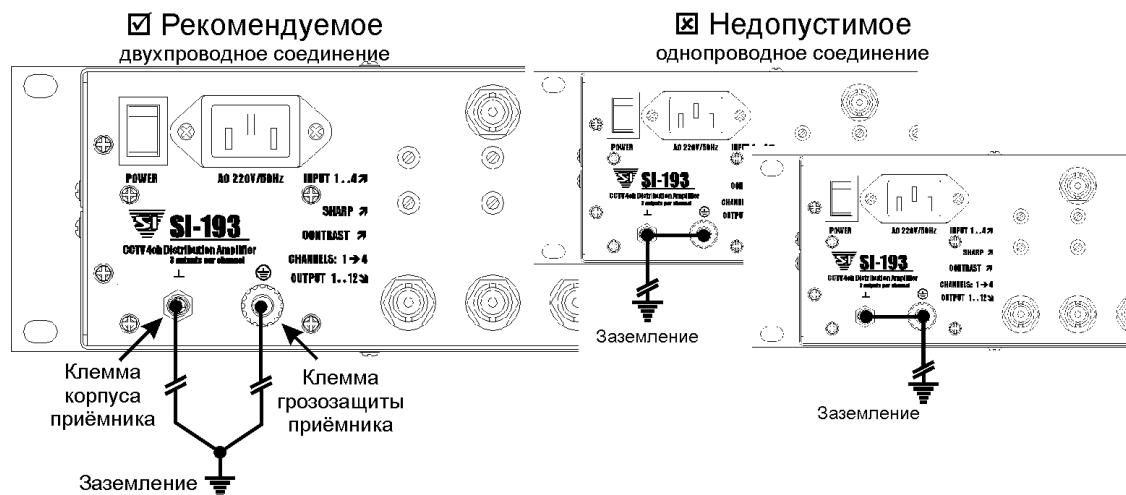

Рис. 2.
5.2. Внимание! Прибор должен быть заземлён в соответствии с рис. 2. Площадь поперечного сечения проводов заземления должна быть не менее 0,8 мм². Схема заземления прибора должна быть двухпроводной. Запрещается соединение прибора с «землёй» одним проводом (см. рис. 2.). Прибор подключается к электросети через трехконтактную розетку с клеммой защитного зануления.